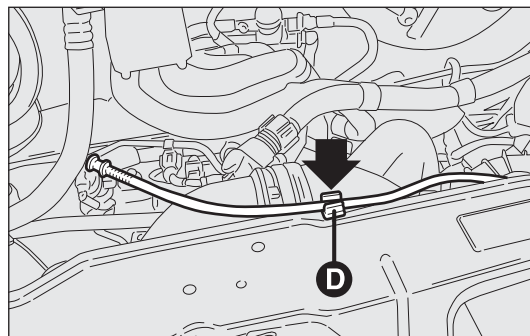
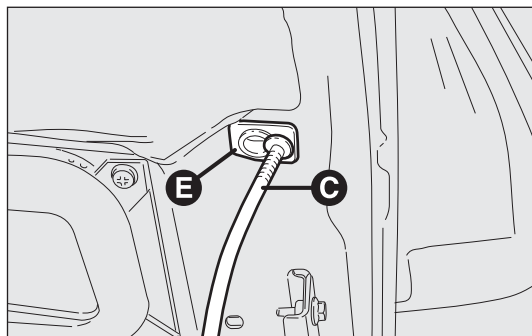

fig. 122
fig. 123
- ☐ levante el capó y, al mismo tiempo, suelte la varilla de sujeción fig. 122 de su dispositivo de bloqueo D, luego introduzca el extremo C-fig. 123 de la varilla en el alojamiento E del capó.
- ☐ mantenga levantado el capó con una mano y con la otra retire la varilla C-fig. 123 del alojamiento E y vuelva a introducirla en el dispositivo de bloqueo D-fig. 122;